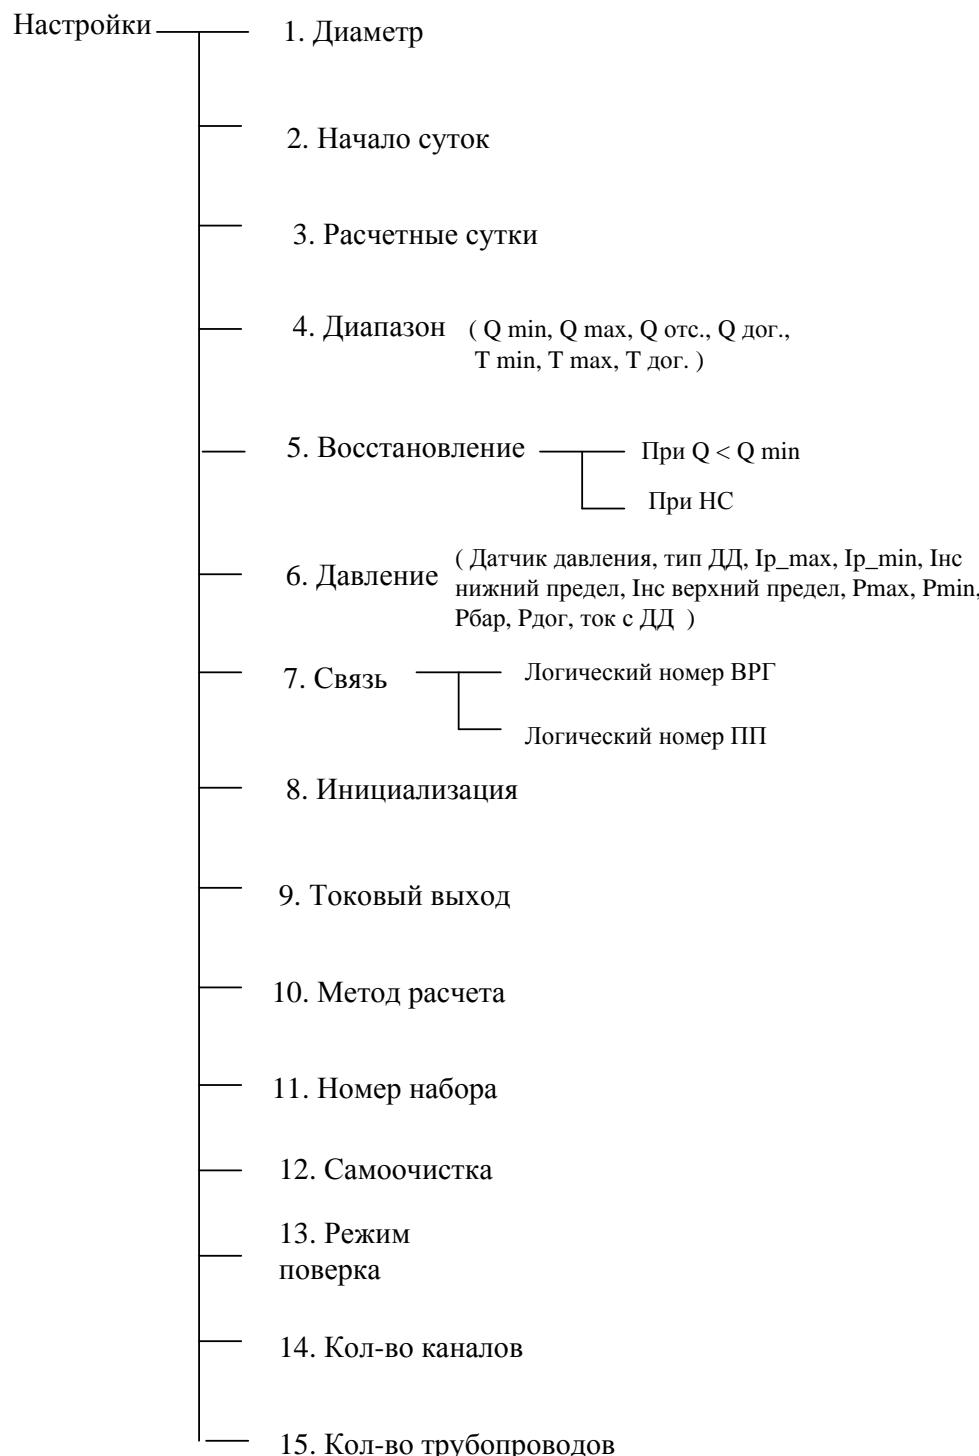

Рисунок 7
2.5.16 Пункт меню «Настройки» предназначен для ввода настроек параметров объекта (рисунок 7).